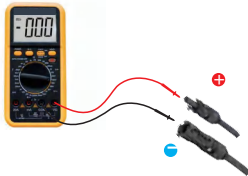
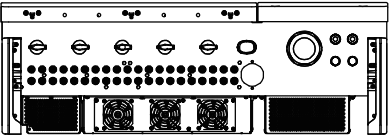

图3.29 万用表测量
图3.30 将直流连接器连接到逆变器
5.用万用表测量直流输入的PV电压, 验证直流输入线缆的极性 (如图3.29 所示), 确保每串电压在逆变器运行范围内。将直流连接器与逆变器连接, 直至听到轻微的咔哒声, 表示连接成功 (如图3.30 所示)。